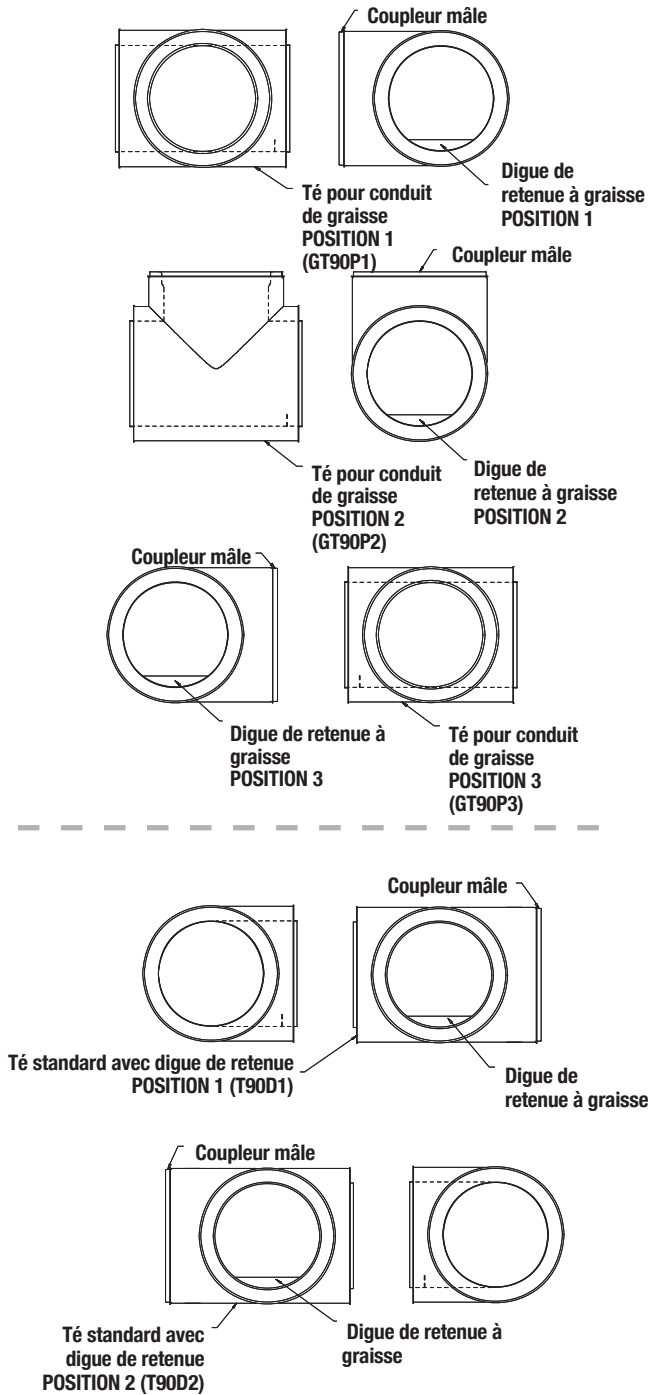

Figure 71 - Tés pour conduits de graisse
Le té à 90° pour conduit de graisse et le té à 90° standard avec digue de retenue sont utilisés pour permettre l'accès pour le nettoyage afin de respecter les exigences de la norme NFPA 96. Ils sont équipés d'une digue à graisse de 38 mm (1,5 po) de haut au point d'accès. Le point d'accès doit être fermé par un capuchon de té (TC). L'emplacement du point d'accès dans le té dépend de l'orientation du té dans l'installation finale. L'emplacement du point d'accès est codé comme indiqué à la **Figure 71**.